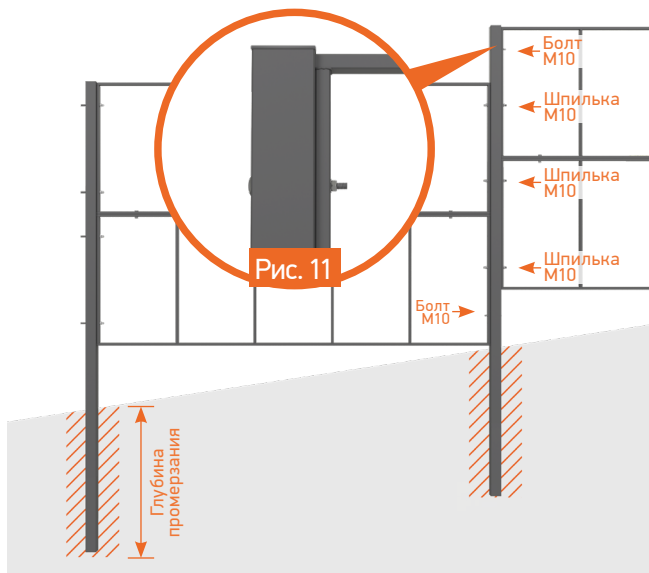

Рис. 10
2. Для монтажа второй секции разметьте место крепления секции к столбу и просверлите в столбе и в секции необходимые дополнительные отверстия под шпильку М10 в соответствии с расположением секции. Рис. 10.